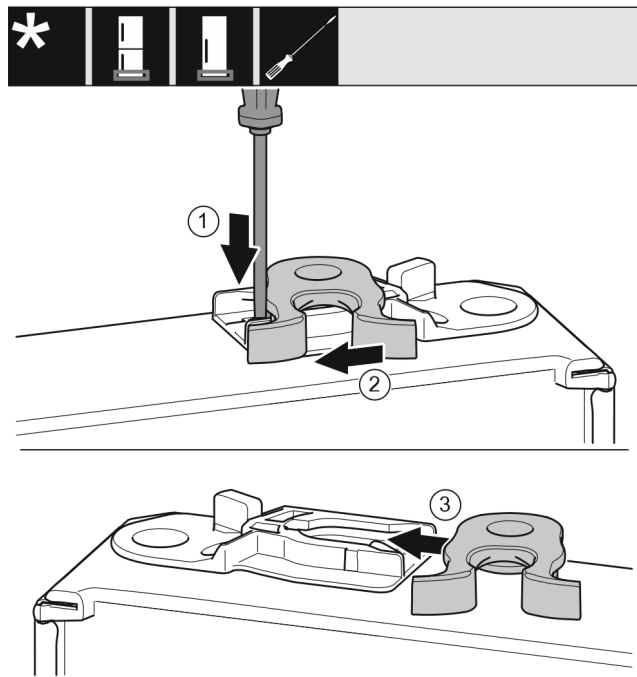

Fig. 40 *
- Spingere verso il basso la linguetta Fig. 40 (1) con il cacciavite a intaglio.*
- Estrarre il gancio di chiusura Fig. 40 (2) dalla guida.*
- Spostare il gancio di chiusura Fig. 40 (3) sull'altro lato nella guida.*